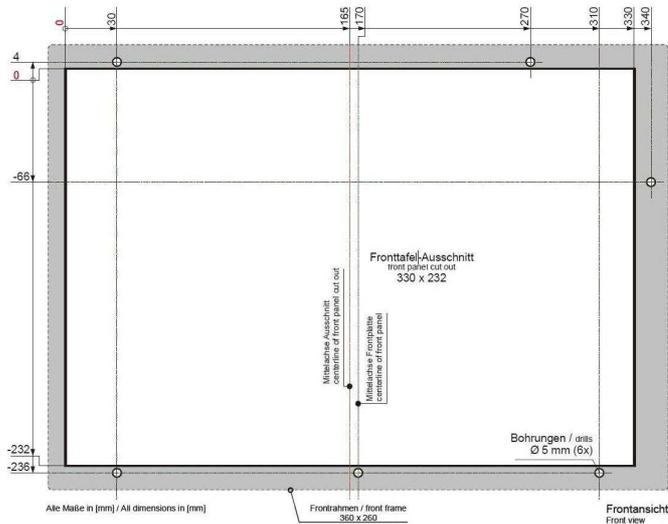

Abb. 12: Montageausschnitt KS 118
- Die Befestigung erfolgt mit sechs Stehbolzen (Abb. 12). Für diese sind sechs Bohrungen mit einem Durchmesser von 5 mm vorzusehen.